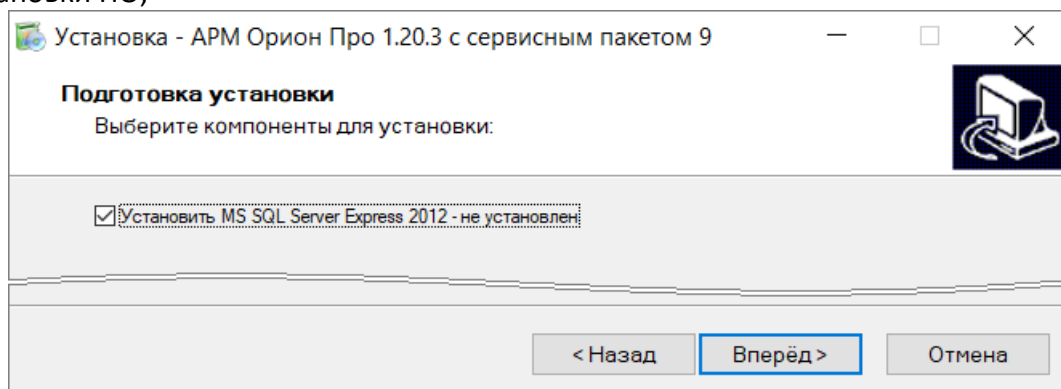

Рисунок 2-6 Выбор версии СУБД MS SQL Server Express для установки на ПК
- если на ПК СУБД MS SQL Server не установлена, то будет предложена установка СУБД (справа от наименования предложенной к установке СУБД MS SQL Server будет указано «не установлен»). Если установка ПО осуществляется на ПК, куда будет устанавливаться программный модуль «Центральный Сервер Системы», то установите флаг слева от предложенной для установки на ПК версии СУБД MS SQL Server Express (см. Рисунок 2-6) и нажмите кнопку «Вперёд». Далее дождитесь завершения процесса установки выбранной версии СУБД MS SQL Server Express, после чего откроется новая страница Мастера установки ПО;